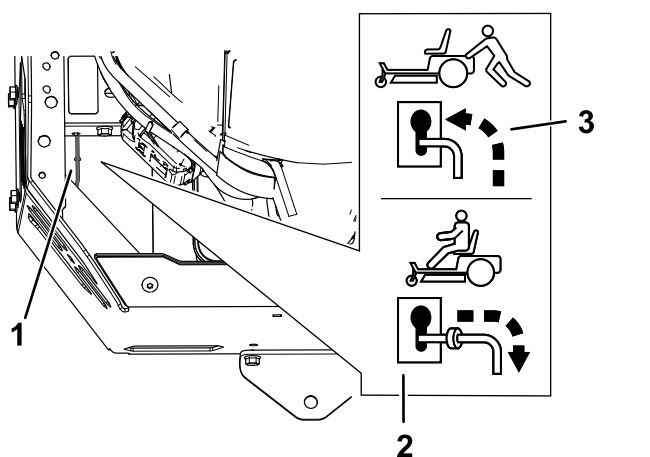

Figura 38
4. Mueva las palancas de desvío hacia delante a través del orificio ranurado y hacia abajo para bloquearlas en esa posición (Figura 38).